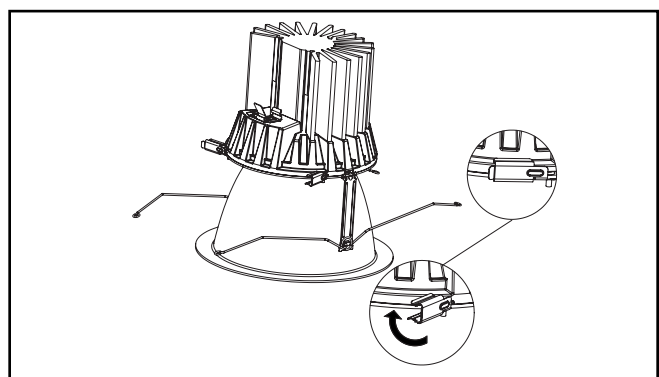

Figure 6
6. Tournez les attaches latérales (3) en place pour fixer fermement l'assemblage de la garniture au moteur lumineux à DEL (Figure 6).